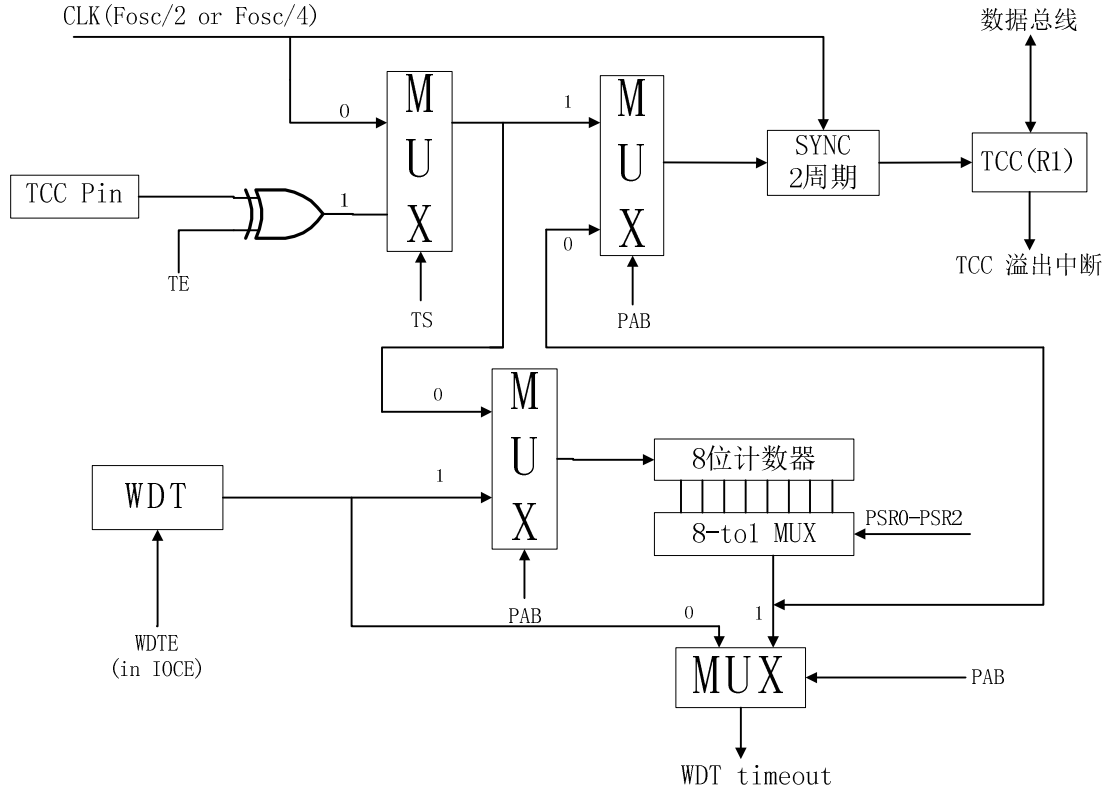

图 5 TCC 及 WDT 模块示意图
设置预分频比。在 TCC 模式下，每次向 TCC 寄存器写入值都会刷新 TCC 计数器。在 WDT 模式下，看门狗定时器由“WDT”指令清零。图 5 是了 TCC/WDT 模块示意图
- R1 (TCC) 为 8 位定时器/计数器。TCC 时钟源可为内部时钟或外部时钟（由 TCC 引脚输入，触发沿可选择）。如果是内部时钟，每个指令周期 TCC 加 1（无预分频器）。由图 5 可知，指令周期是 2 个还是 4 个时钟周期由选择寄存器 CLKS 位决定。CLKS=0 则 CLK=Fosc/2, CLKS=1 则 CLK= Fosc/4.如果是外部时钟，则 TCC 由外部信号边沿触发